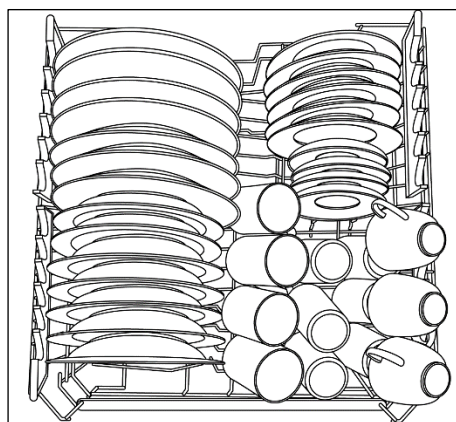

Fig. 1
2. Tenez le panier des deux côtés et soulevez-le vers le haut (fig. 1).
1. Tenez le panier des deux côtés et soulevez-le délicatement vers le haut (fig. 1);
Un chargement standard journalier est indiqué dans les fig. 1